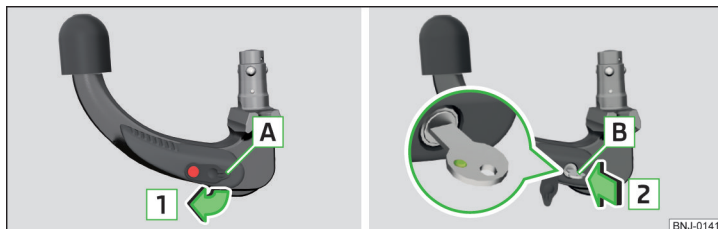

Fig. 151 Detașarea capacului de încuietore/Introducerea cheii în încuietore
- Îndepărtați apărătoarea **A** de pe încuietore, în sensul săgeții **1** » fig. 151.